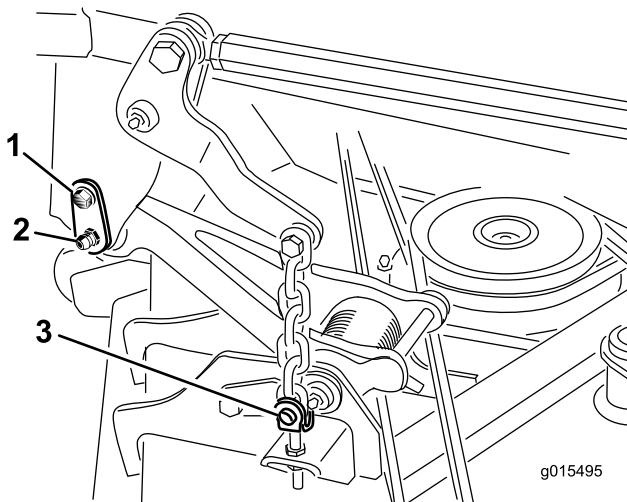

Figure 1
- Retirez la vis à épaulement qui fixe la goupille de retenue au bâti porteur (Figure 1).